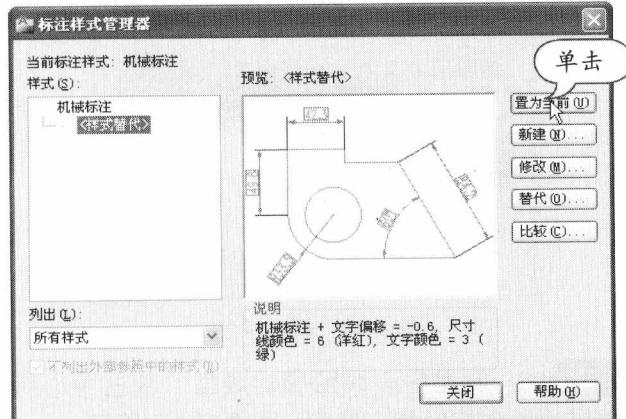

图 1-33 置为当前
**STEP 03** 置为当前。在“标注样式管理器”对话框中选择“样式替代”，然后单击“置为当前”按钮，如图 1-33 所示。